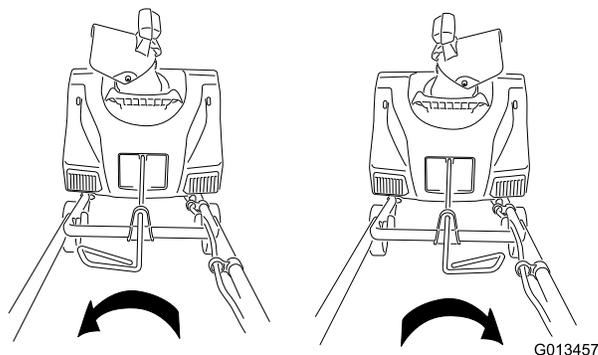

**Рисунок 5**
3. Удалите наклейку, закрывающую профилированное отверстие в задней части корпуса (Рисунок 5).